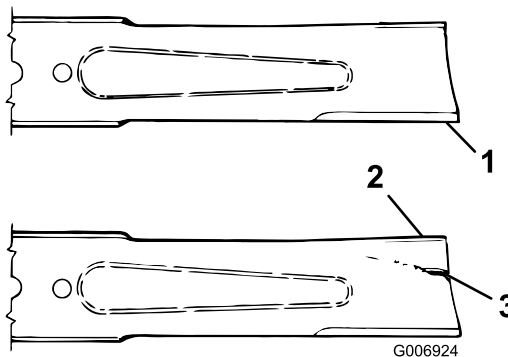

图 15
2. 仔细检查刀片的剪草端特别是刀片平面和曲面交接的部分 (图 15)。由于沙子和研磨材料可能导致连接刀片平面与曲面的金属磨损请在用机器之前检查刀片。如果看到出现磨损 (图 15) 请更换刀片请参阅“拆卸刀盘刀片”。
如果刀片能够经受磨损刀片的刀翼与平面部分之间也会形成凹槽 (图 15)。最终刀片可能断裂并被抛掷出刀片外壳可能对您自己或旁观者造成严重的伤害。